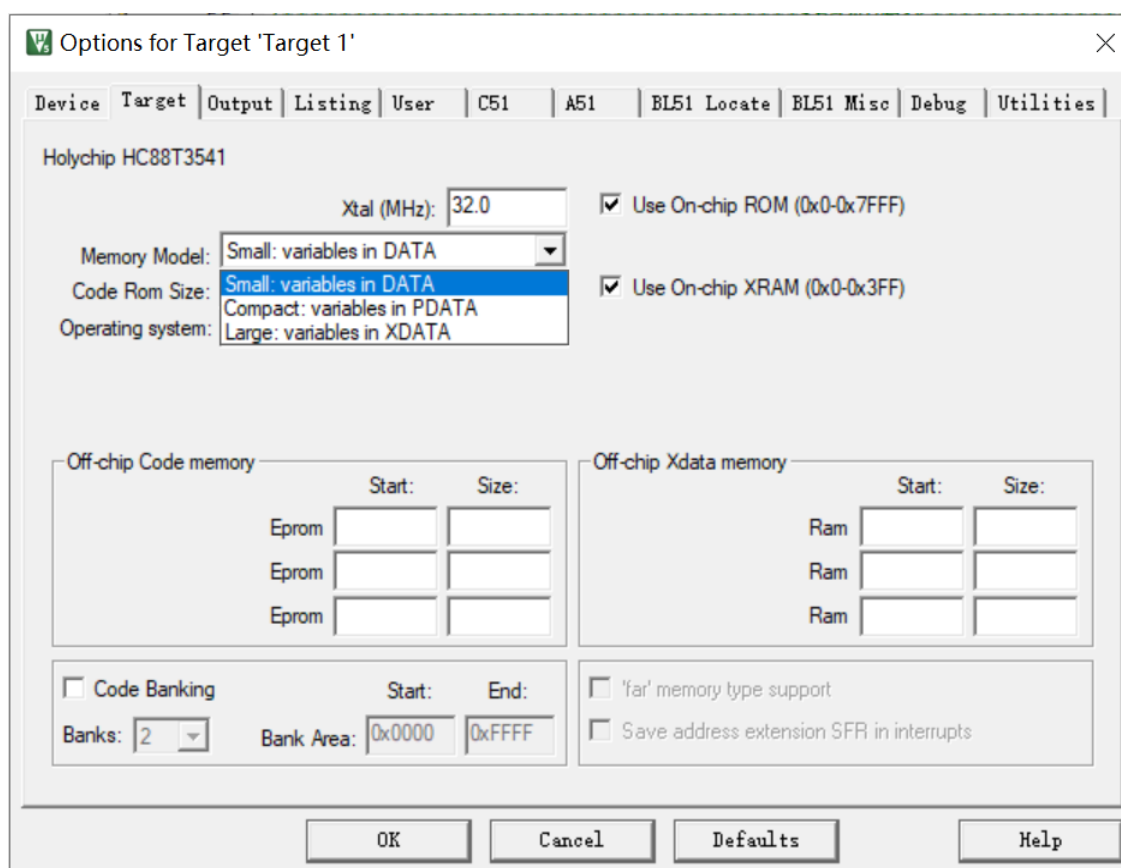

图 5-1 Memory mode 设置
- a) 当将 Memory Mode 设置为非“Small: variables in DATA”（Memory Mode 设置方法如图 5-1 Memory mode 设置），此时定义的变量默认存储在拓展 RAM 中。单片机访问拓展 RAM 所需要的时间要比访问内部 RAM 时间长。而使用 IAP 命令对 Flash 解锁，经过 22 个 CPU 时钟后 Flash 会自动锁定，锁定后无法再对 Flash 进行擦写。当定义的变量的存储位置为拓展 RAM 时，将数据备份到 Flash 的过程中可能会因为单片机访问拓展 RAM 时间较长导致数据保存失败。建议将定义的变量的位置设置为内部 RAM，可以避免这样的情况。